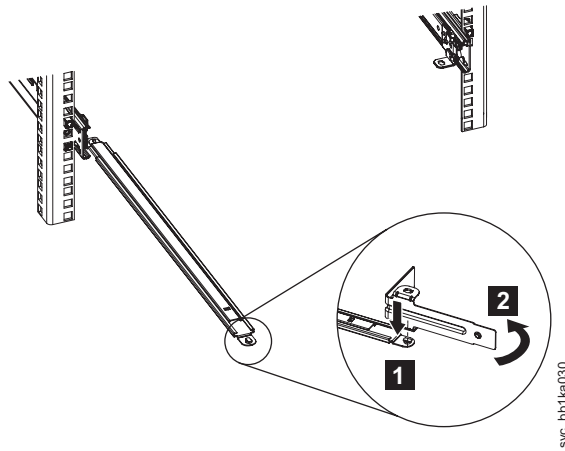

図 25. ラック背面: SAN ボリューム・コントローラー 2145-CF8 のケーブル・マネジメント停止ブラケットの取り付け
3. L 字形のケーブル・マネジメント停止ブラケット (図 25 の **1**) を、サポート・アームの固定されていない方の端 (右側) に取り付けます。ブラケット **2** を回して、サポート・アームに固定します。